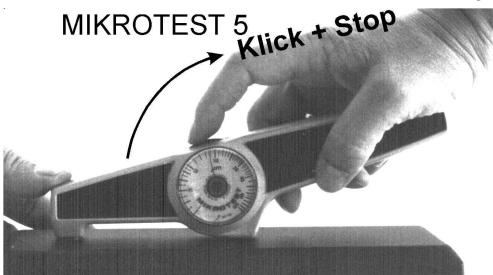

Bild 2
- d 1. **MikroTest 5:** Drehen Sie mit dem Zeigefinger das Skalenrad langsam und stetig im Uhrzeigersinn; bis der Messmagnet mit einem Klick von der Oberfläche abreißt (s. Bild 2).